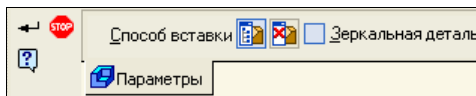

Рис. 25.7. Панель свойств: Деталь-заготовка
- ♦ нажмите кнопку **Открыть**. Диалоговое окно закрывается, но деталь-заготовка еще не вставлена. Для вставки необходимо на Панели свойств: **Деталь-заготовка** (рис. 25.7) задать способ вставки. По умолчанию в группе **Способ вставки** активна кнопка **Вставка внешней ссылкой** . В этом случае в создаваемой модели будет храниться ссылка на файл заготовки и при каждом изменении детали-заготовки эти изменения будут проведены в созданной модели. При нажатой кнопке **Без истории**  изменение заготовки не будет отражено в файле созданной модели. Если ЛК мыши установите флажок **Зеркальная деталь**, то вы создадите зеркальную деталь;